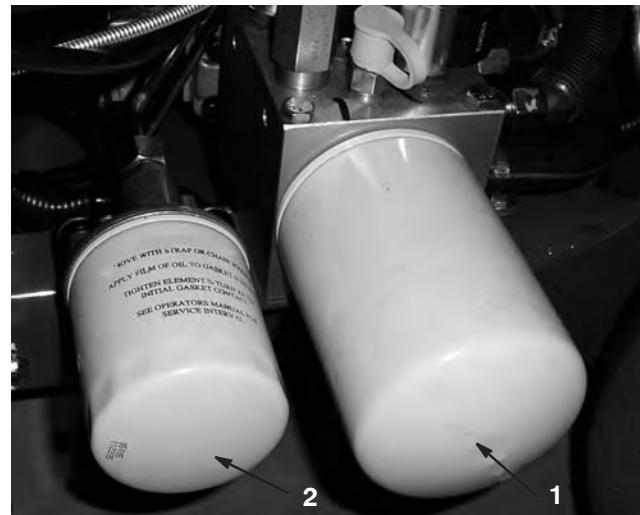

Bild 51
2. Stellen Sie eine Auffangwanne unter die Filter, bauen Sie die alten Filter aus und wischen Sie die Dichtungsfläche des Filterstutzens sauber (Bild 51).